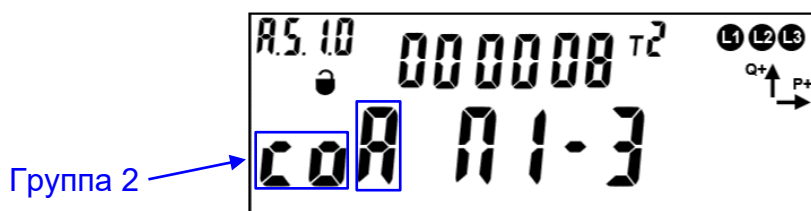

Рисунок 210
7.14.1.5 Для опломбирования крышки корпуса и клеммной крышки счетчика кнопкой, необходимо перейти в окно текущего состояния электронной пломбы⁶⁹ (см. рисунок 210).